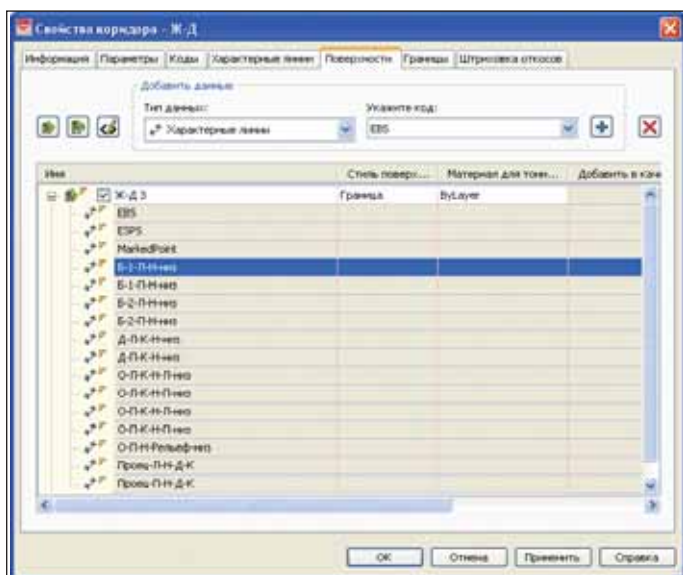

Рис. 8. Добавление поверхностей в свойствах коридора по характерным линиям
- Построение поверхности по характерным линиям.** При добавлении исходных данных в поверхность выбираем в свойствах коридора коды точек соответствующих характерных линий (рис. 8).